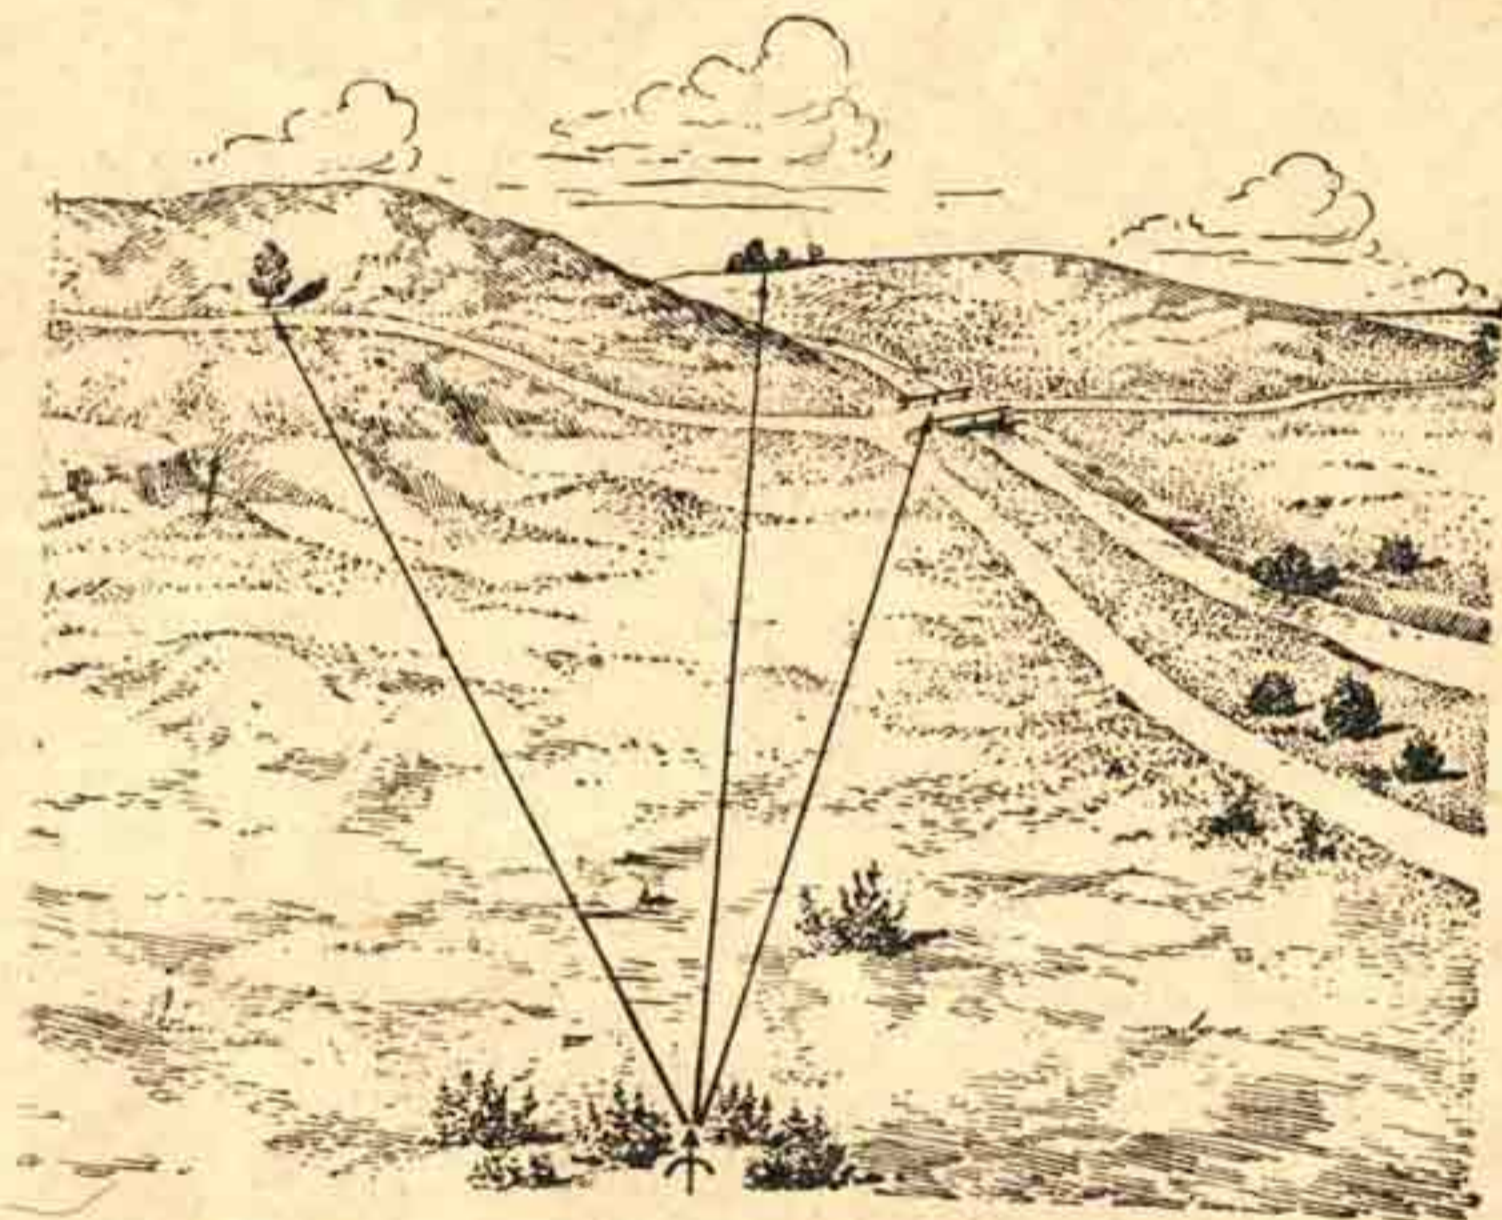

Рис. 94. Отметка пулемета по трем направлениям.
**Пример 1.** Приказано подготовить отметки для стрельбы в направлении: на отдельное дерево, кусты и мост (700 метров) (рис. 94).
Предположим, что пулемет был наведен с помощью обыкновенного прицела в мост. Приказано отметить влево по отдельному дереву (рис. 94). Если бы мы захотели отметить по этому дереву с помощью целика, то сделать этого не смогли бы, так как делений целика нехватило бы, между тем по угломеру можно отметить даже по кустам, расположенным почти на линии фронта пулемета (рис. 94).